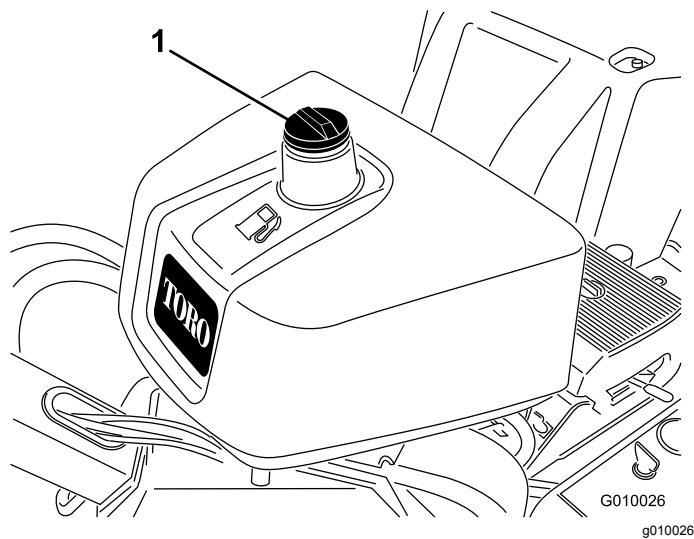

Figura 17
2. Limpie la zona alrededor del tapón del depósito de combustible y retire el tapón (Figura 17).